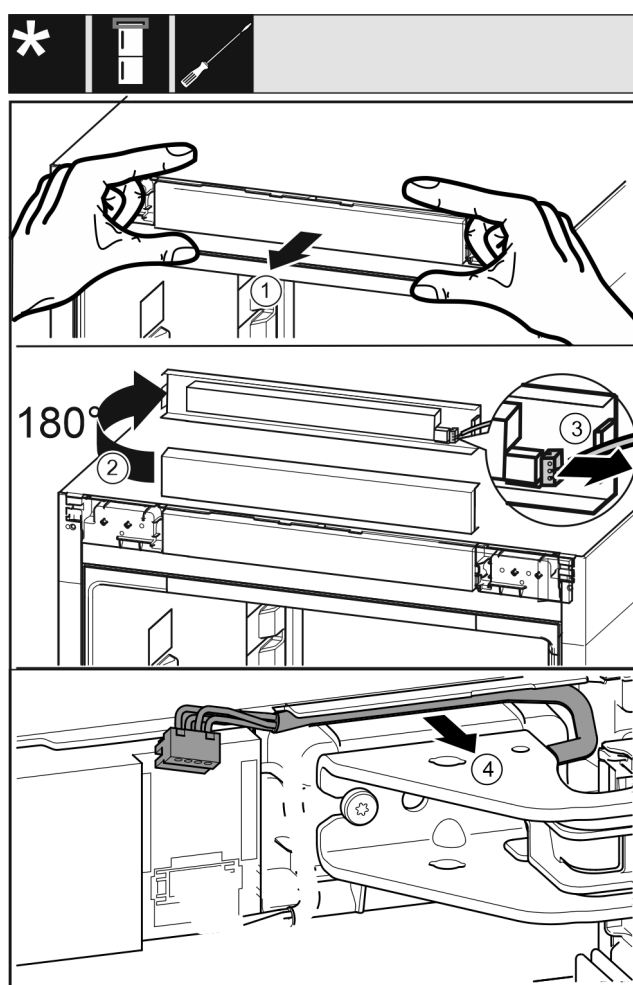

Fig. 19
- Bedieningspaneel van het apparaat voorzichtig naar voren toe losmaken. Fig. 19 (1)
- Bedieningspaneel omhoog met 180° draaien. Fig. 19 (2)
- De grendelnok naar achteren drukken en de stekker er voorzichtig uittrekken. Fig. 19 (3)
- Kabel via de lagerbus voorzichtig uit de geleiding losmaken. Fig. 19 (4)